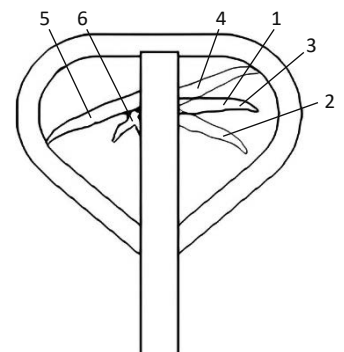

Fig. 5
- Per sollevare i carichi, portare la leva (1) in posizione di sollevamento e far oscillare la maniglia. (Fig. 5)
- Per spostare l'unità, portare la leva (1) in posizione libera. Quando la leva è in posizione libera e la maniglia viene fatta oscillare, le forche non vengono sollevate o abbassate.
- Per abbassare i carichi, portare la leva (1) in posizione di abbassamento. Le forche si abbassano automaticamente.
- Quando la leva (5) viene posizionata al di sotto, l'unità viene posta in uno stato di libero movimento.
- Quando la leva (5) è posizionata sopra, l'unità frena.
- La leva (6) serve a rilasciare il freno.